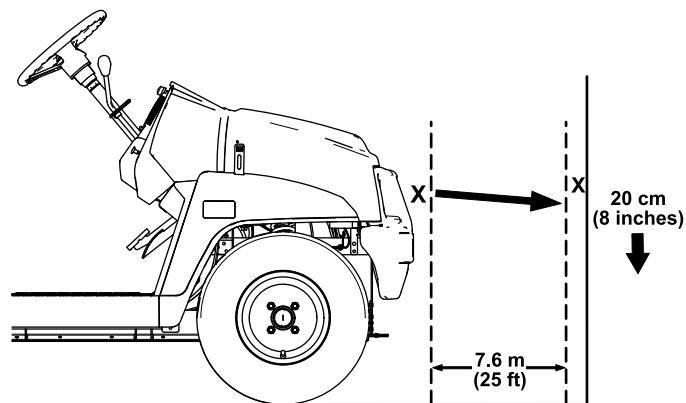

図 40
- 平らな場所で、ヘッドライトを壁に向け、ライトと壁の距離が 7.6 m 程度になるように駐車する 図 40。
ヘッドライトのビームの最も明るい部分が、壁に付けた印の約 20 cm 下を照らしていればよい 図 40。